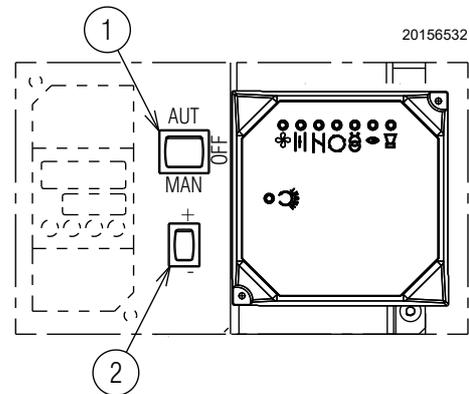

Fig. 31
Cerrar los termostatos/presostatos y posicionar el selector 1)(Fig. 31) en la posición "MAN".
- colocar el interruptor 1)(Fig. 31) en la posición "OFF" y esperar que la caja de control ejecute la fase de apagado;
Posicionar el selector 1)(Fig. 31) en la posición "MAN".
- Encender el quemador con el selector en el panel de control en posición manual 1)(Fig. 31).
- Realizada esta primera regulación, aumentar la potencia erogada mediante el selector 2)(Fig. 31) de retorno automático ubicado en el cuadro de control. Detenerse luego de una rotación de 15° del servomotor y efectuar una nueva regulación interviniendo en la leva de perfil variable del aire (leva 1 Fig. 35).
El paso de una posición a la siguiente se obtiene manteniendo apretado el selector 2)(Fig. 31) en el símbolo (+) o (-).